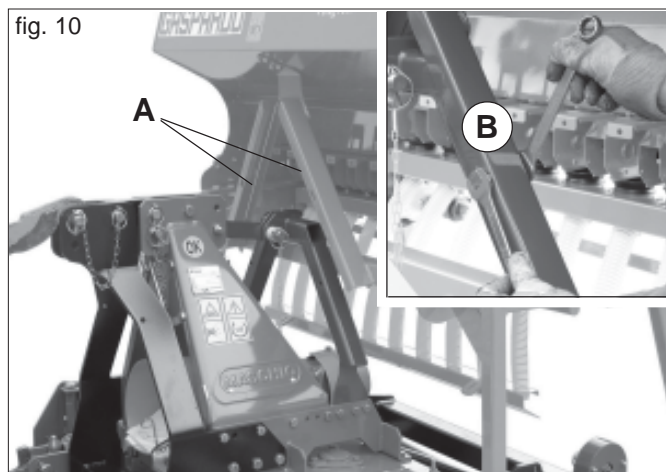

fig. 10
- 2) Die Führungen (A Abb. 10) des Anschlussdreiecks mit Schmierfett schmieren, um das Ankuppeln zu erleichtern.
- 3) Den Traktor der Sämaschine nähern. Durch Betätigung des Hubwerks das Anschlußdreieck auf die vertikale Linie des Kopplungsdreiecks der Sämaschine setzen (Fig. 10).
- 5) Die Kupplung mit den beigeestellten Schrauben M12x80 blockieren (B Abb. 10).
- 3) Die Befestigungsschrauben (B, Abb. 10) vom Schnellanschluss entfernen.